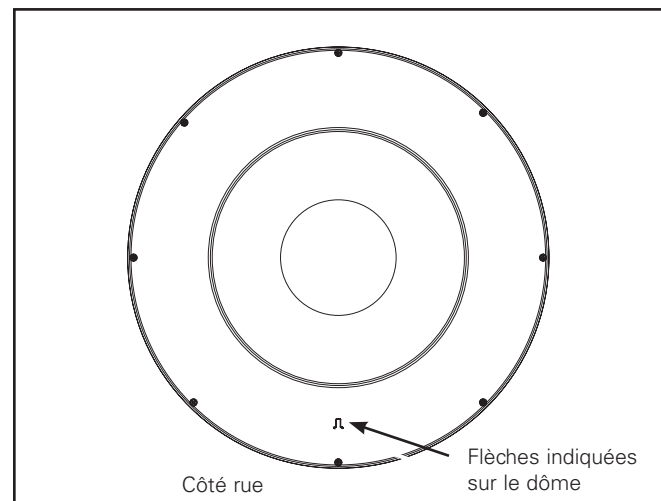

Figure 3.
5. Si le luminaire a des optiques asymétriques, faites pivoter le luminaire selon les flèches indiquées sur le dôme vers le côté de la rue (figure 3).
6. For luminaire with asymmetric optics, rotate the fixture according to arrow mark on the dome towards the street side. (Figure 3.)